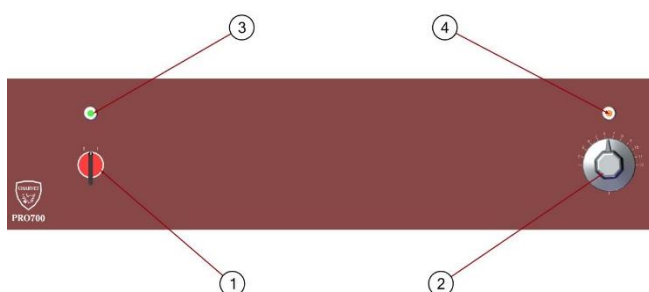

Fig. 1
1. Mettre le commutateur de l'appareil (Rep. 1 – Fig. 1), sur la position « 1 », le voyant vert (Rep. 3 – Fig. 1) s'allume, indiquant que l'appareil est en fonctionnement.
3. Sélectionner la température désirée à l'aide de la manette de réglage (Rep. 2 – Fig. 1), le voyant orange (Rep. 4 – Fig. 1) s'allume, indiquant la chauffe de la cuve.